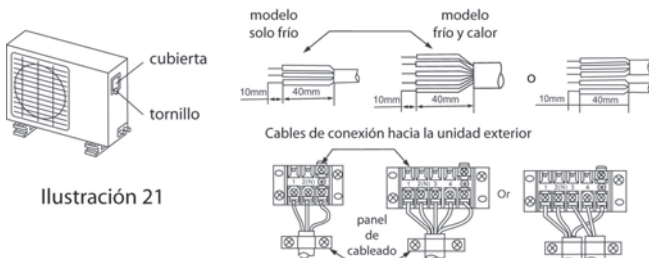

Ilustración 21
1. Retirar la cubierta plástica. (Ilustración 21)